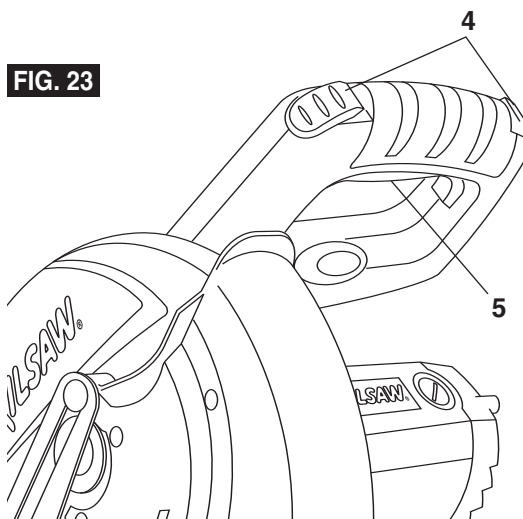

FIG. 23
To reduce the likelihood of accidental start-up, the switch is equipped with safety buttons **4** that must be depressed before the trigger **5** can be activated. The safety buttons are designed to be activated by the right or left thumb pushing in the left to right direction. When either safety button is depressed, the trigger is unlocked and it can be pulled to activate the motor. Once the trigger is activated, release the safety button so it can automatically engage and lock the switch upon release of the trigger (Figure 23).
**⚠ AVERTISSEMENT** Évitez de placer la paume de votre main par-dessus le bouton de sécurité. La pression de la paume de votre main peut débloquent par mégarde le bouton de sécurité ou l'empêcher de s'engager automatiquement et de bloquer l'interrupteur lors du relâchement de la gâchette (Figure 23).
**⚠ ADVERTENCIA** Evite poner la palma de su mano sobre el botón de seguridad. La presión de la palma de la mano podría involuntariamente desbloquear el botón de seguridad o impedir que enganche y fije automáticamente el interruptor una vez que se suelta el gatillo (Figure 23).